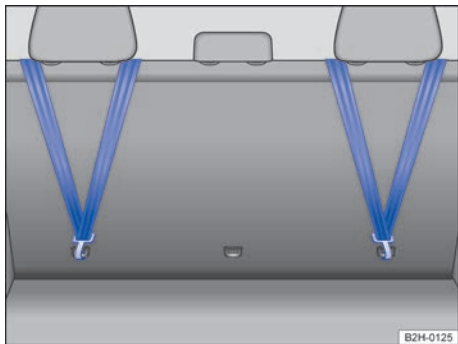

Fig. 76 En la parte posterior del respaldo del asiento trasero: cinturón de fijación superior enganchado.
- Enganche el cinturón de fijación superior en la argolla de sujeción correspondiente → fig. 76.